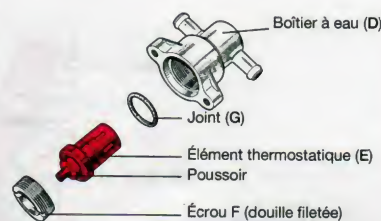
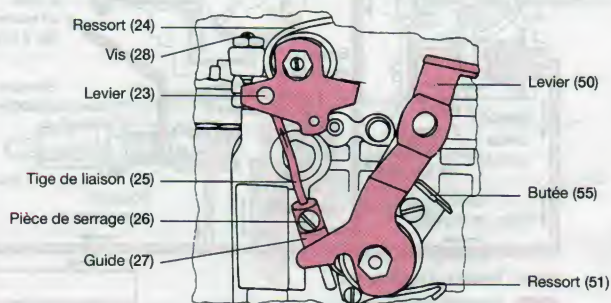

Figure 62.3. Élément à cire dilatable sur pompe VE (Doc. Renault)
Figure 62.9.
- *Moteur chaud* : la dilatation de l'élément (E) entraîne le déplacement du poussoir (fig. 62.3). La coupelle comprime les ressorts (J) et ramène le levier de commande (50) sur sa plaque butée (55) (fig. 62.9). Le point d'injection et la vitesse de rotation au ralenti retrouvent leurs valeurs initiales.
Pour éviter la « bouffée » de fumée noire lors d'un démarrage, moteur chaud, une liaison (tige 25) entre le levier (50) et un levier supplémentaire (23) est établie. Le levier (50) étant revenu sur sa butée (55) (fig. 62.9), le levier (23) est en appui sur la vis (28) et limite le débattement du « levier de démarrage » par sa commande interne (moteur chaud). À froid, le déplacement du levier (50) et du levier (23) rétablit la course normale du levier de démarrage et du *débit de démarrage*.